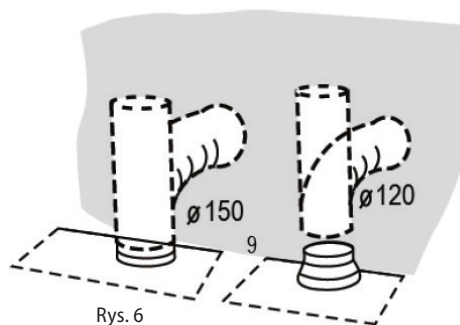

Rys. 4
4. Wywierć otwory i przymocuj okap kuchenny, jak pokazano na Rys. 4.
7. Do zawieszono okapu kuchennego podłącz dolną i górną część komina (Rys. 4). Górną część wysuń do wymaganej wysokości i na ścianie zaznacz otwory do przymocowania uchwyty górnej części komina. Następnie zdejmij dolną i górną część komina.
8. Wywierć otwory i przymocuj uchwyt górnej części komina, jak pokazano na Rys. 4.